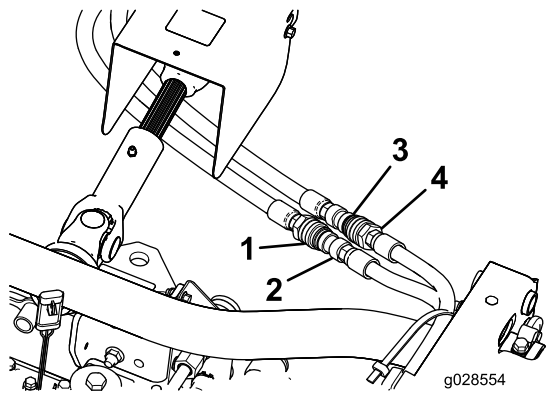

Bild 6
- 1. Schrauben Sie die Schnellkupplung mit Außengewinde auf den Schlauch (3/8" x 79-1/2"), wie in Bild 6 abgebildet, und ziehen Sie die Kupplung bis auf 37-45 Nm an.
2. Schrauben Sie die Schnellkupplung mit Innengewinde auf den Schlauch (3/8" x 56-1/2"), wie in Bild 6 abgebildet, und ziehen Sie die Kupplung bis auf 37-45 Nm an.